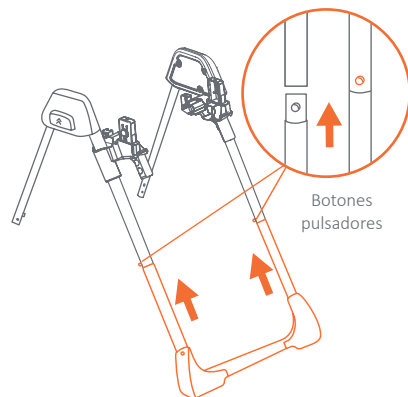

Fig. 3
- 3) • Introduzca las patas en los extremos del tubo delantero de los conjuntos de marco superior izquierdo y derecho (Fig. 3).